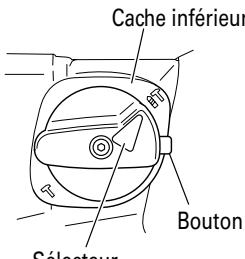

Fig. 6
- Aligner ▲ du levier de sélection sur **T** du support de levier comme indiqué sur la Fig. 6.